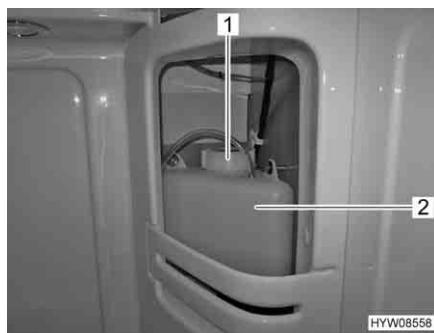

Fig. 121 Vaso d'espansione del riscaldamento ad acqua calda
- Controllare se il livello del liquido nel vaso d'espansione (Fig. 121,2) è tra le righe del "MIN" e del "MAX".
- Aprire il coperchio (Fig. 121,1) del vaso di espansione.